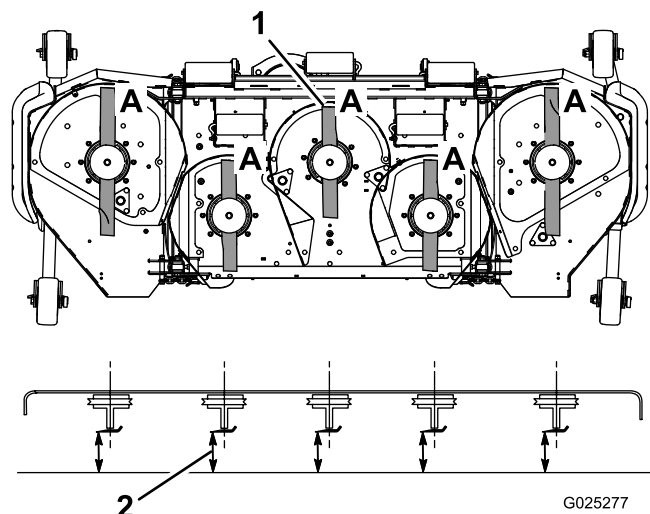

Figure 22
3. Tournez les lames dans le sens longitudinal (Figure 22). Mesurez la distance entre la surface plane et le tranchant (position A) des lames (Figure 22). Notez cette valeur.